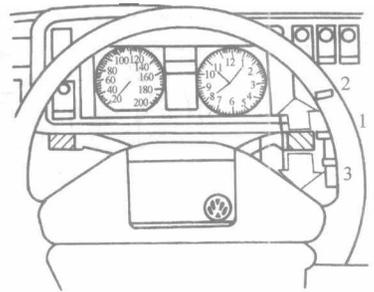

图 1—5 风窗雨刷器开关
(1) 前风窗玻璃的清洗。将雨刷开关手柄沿垂直于方向盘平面方向向上扳动，即打开前雨刷电动机开关；若在压力平衡点沿平行方向盘方向向前拨动（如图 1—5 所示的 1 位置），则实现慢速刮水的作用；若将雨刷开关手柄继续沿平行方向盘的方向向前拨动（如图 1—5 所示的 2 位置），则可实现快速刮水的功能；若将雨刷开关手柄沿平行方向盘的方向向后拨动（如图 1—5 所示的 3 位置），则可实现间歇刮水的功能，雨刷约在每 6 s 间隔时间内工作一次；若将雨刷开关手柄向方向盘方向拨动，还可打开喷淋装置，可实现自动喷水清洗。